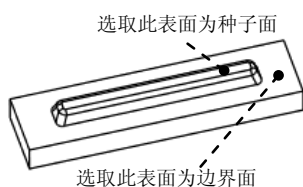

图 11.5.18 定义边界面和种子面
Step6. 定义边界面。在系统  从参照零件选取边界平面。的提示下, 在模型中选取图 11.5.18 中的表面为边界面。
Step7. 定义种子面。在系统  从参照零件选取种子曲面。的提示下, 在模型中选取图 11.5.18 中的表面为种子面。